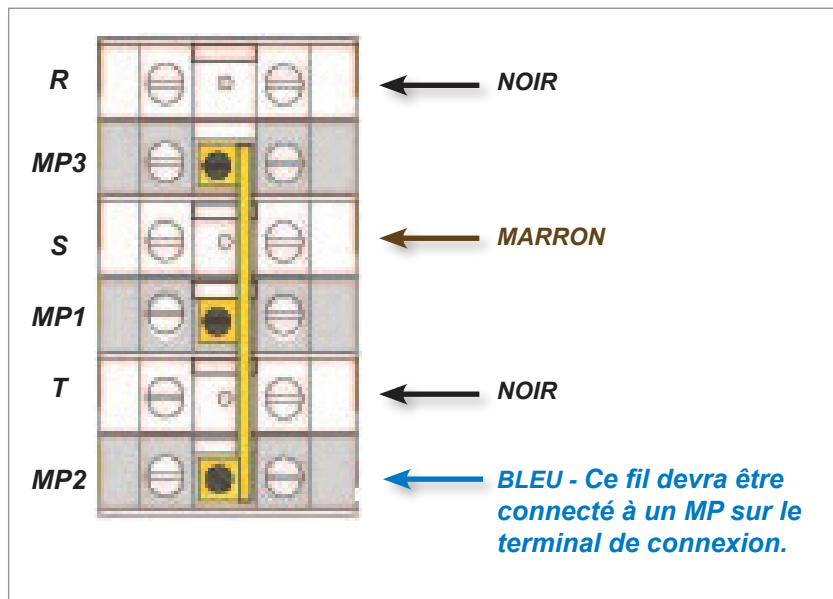

Figure 9-1 Connecter le neutre - Position indiquée par la flèche bleue
1. Connectez le pôle neutre (indiqué par le conducteur bleu) à la borne inférieure droite. Voir Figure 9-1.